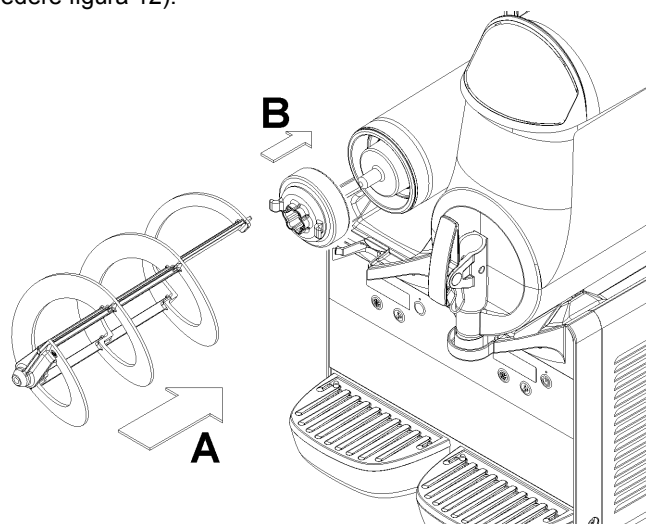

figura 12
- 5 Rimontare il giunto esagonale e quindi il mescolatore (vedere figura 12).